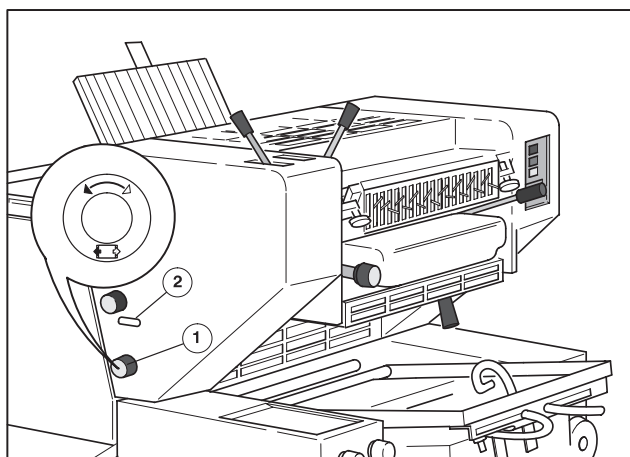

Рис. 16 Радиальная приводка по окружности на ПС 2
На **работающей машине** оттиск можно сместить поворотом ручки на ПС 2 на стороне обслуживания (Рис. 16/①) на ± 2 мм по окружности.
- ① Вдавить и повернуть поворотную ручку (Рис. 16/①)
- ② Настройка считывается на шкале (Рис. 16/②).
- ③ **После регулировки радиальной приводки в ПС 2 офсетное полотно необходимо смыть.**